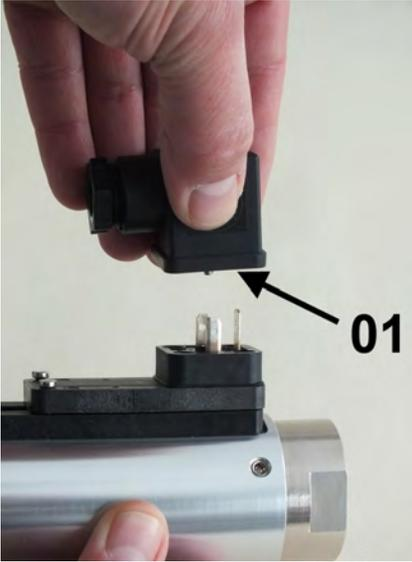

Abb. 21: Steckerdose abziehen
2. ➤ Steckerdose (Abb. 21/01) abziehen